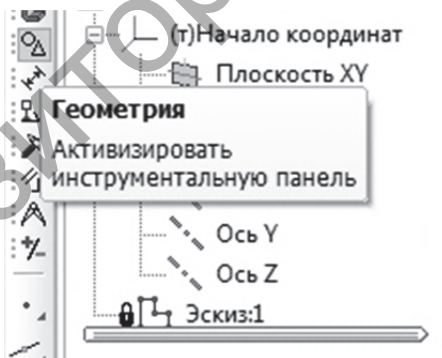

Рисунок 2.4
4. В появившейся компактной панели щёлкните на кнопке «Геометрия» для вызова соответствующей инструментальной панели (рис. 2.4).